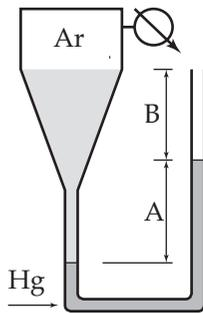

Figura Ep1.24
**Ep1.24** Na Figura Ep1.24, tem-se um fluido desconhecido mantido sob pressão com ar comprimido. Sabe-se que  $A = 700 \text{ mm}$ ,  $B = 300 \text{ mm}$  e que a pressão manométrica do ar comprimido é igual a  $3,0 \text{ mca}$ . Considerando que a densidade relativa do mercúrio é igual a  $13,6$ , calcule o peso específico do fluido desconhecido.